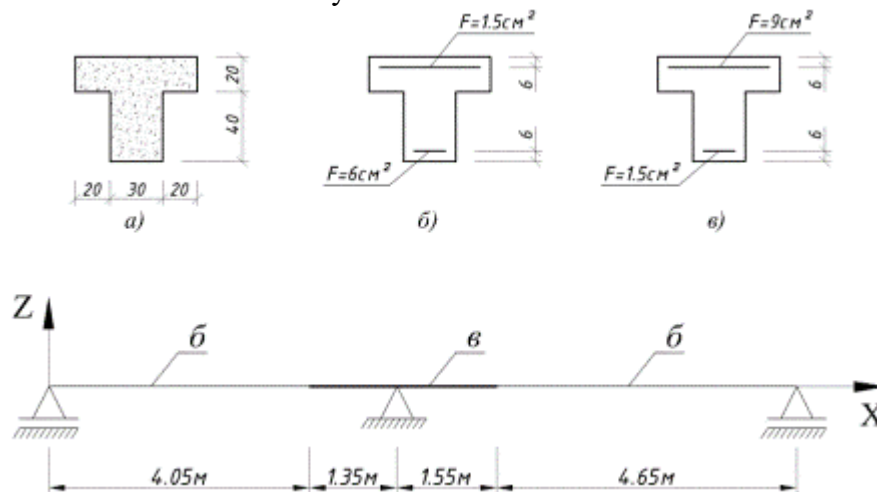

Рисунок 10 - Сечения элементов балки: а) размеры сечения; б) пролетное сечение; в) опорное сечение
- Сечения элементов балки показаны на рисунок 10.